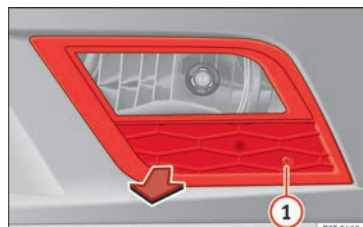

Fig. 101 Faro antiniebla.
- Retire el tornillo » fig. 101 **1** de la rejilla del faro antiniebla utilizando un destornillador. »